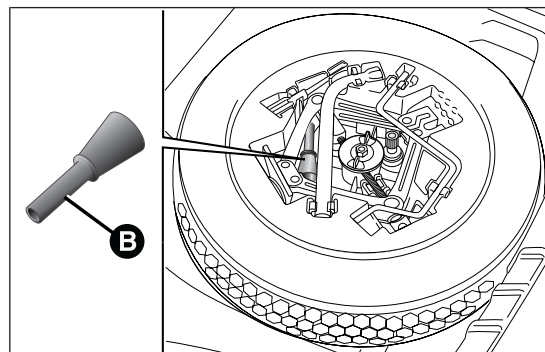
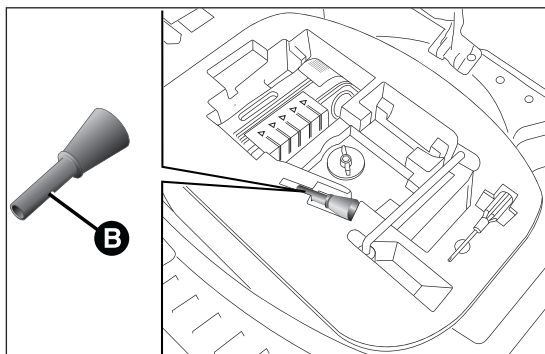

fig. 80
fig. 81
- ☐ abrir el maletero y utilizar el correspondiente adaptador B situado en el alojamiento portaherramientas (versiones equipadas con rueda de recambio - para versiones/países donde esté previsto) fig. 80 o en el alojamiento del Fix&Go Automatic (versiones equipadas con Fix&Go Automatic) fig. 81;